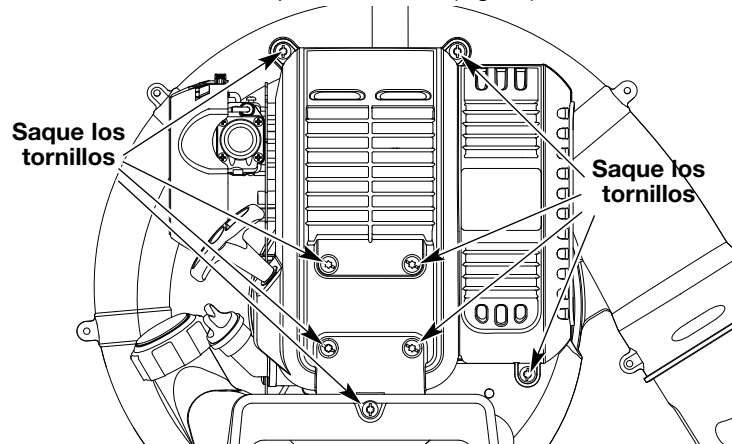

Fig. 30
1. Quite los seis (6) Tornillos de encima de la tapa del motor con un destornillador de pala o Torx #25 (Fig. 30).
4. Saque la cubierta del motor (Fig. 30).
- Apague el motor y espere que se enfríe. Quite los seis (6) tornillos de encima de la tapa del motor con un destornillador de pala o Torx #25 (Fig. 30).